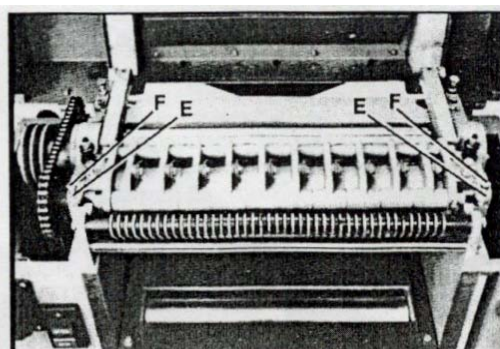

Fig. 48
5. При необходимости регулировки установки валка ослабить затяжку контргайки E, рис. 48 и поворотом регулировочных винтов F установить входной валок в положение касания верхней плоскости калибровочного блока А.
По окончании регулировки затянуть контргайки E, рис. 48.